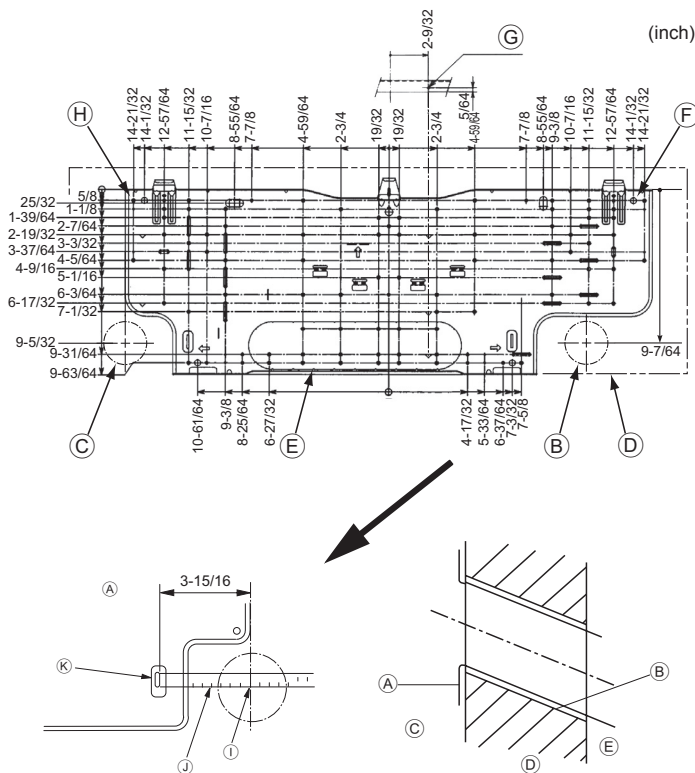

Fig. 3-2
①	Placa de montaje	1	Fijado a la parte trasera de la unidad
②	Tornillo roscado 4 x 35	12
③	Cinta de fieltro	3
④	Banda	3
⑤	Bloqueo de amortiguación	1
3.2. Instalación del soporte de montaje en la pared (Fig. 3-2)